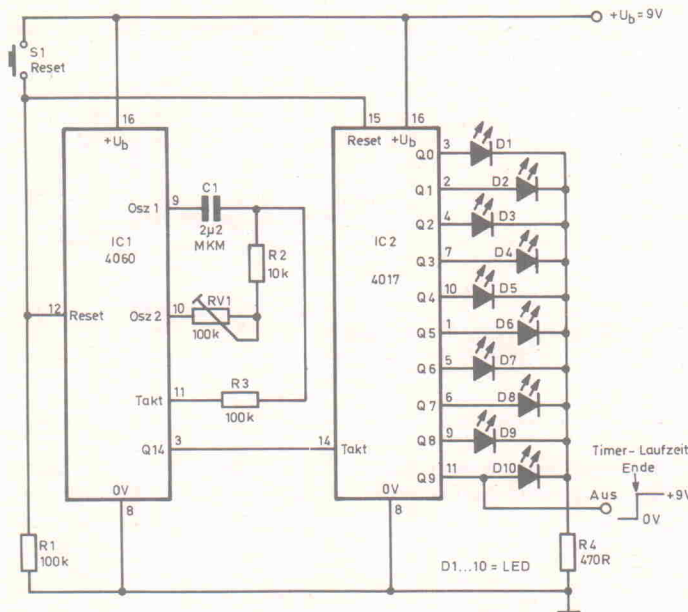

Bild 8. Zwei Impulzzähler 'in Reihe': praktisch beliebig lange Zeiten.
Mit einem weiteren Zählerbaustein, der z. B. von einem 4060 seine Zählimpulse erhält, lassen sich praktisch beliebig lange Timerzeiten erreichen. In Bild 8 folgt auf den 4060 ein 10er-Zähler 4017. Deswegen sind die Ausgänge dekodiert, d. h. von den Ausgängen 1...10 ist jeweils nur einer aktiviert, also log. 1. Da IC1, wenn der Zähler voll ist (nach 2^{14} Taktimpulsen), wieder bei Null anfängt, wird bei jedem vollständigen Zyklus ein Zählimpuls auf den 4017 gegeben, der somit die Zyklen zählt und deren momentane Anzahl mit den LEDs
1...10 anzeigt. So ergibt sich eine schnelle 'Ablesbarkeit' der momentanen Timer-Laufzeit in 10 Stufen. Als Ausgang ist in Bild 8 die letzte Stufe angegeben, jedoch kann jede der Stufen $Q_0 \dots Q_9$ als Signalausgang dienen; bei Bedarf lassen sich sogar mehrere oder alle Ausgänge